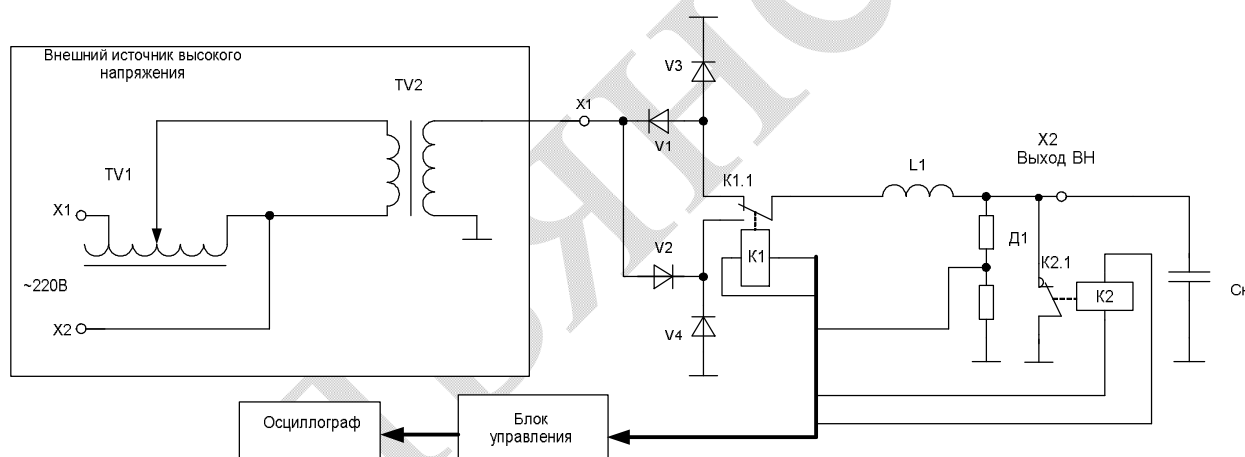

Рис.1
Принцип работы аппарата рассмотрим по упрощенной схеме (рис.1)
Коммутатор высоковольтный $K1$, как видно из рис.1, имеет два положения – «верхнее» и «нижнее». В «верхнем» положении - объект испытания заряжается через диод V_1 положительной полярностью, а в «нижнем» – отрицательной полярностью.
- снизить зарядное напряжение с помощью регулировочного трансформатора внешнего источника (рис. 1). При этом показания приборов блока управления будут плавно уменьшаться;